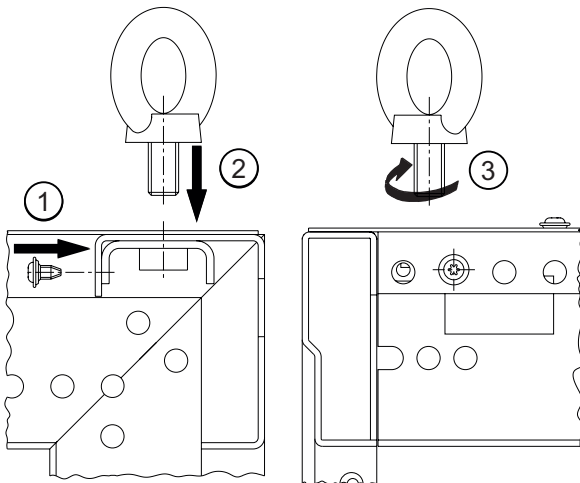

Bild 1
- 1 Bringen Sie die Transportösen-Versteifung in die entsprechende Position im Querholm (siehe Bild 1). Befestigen Sie diese mit einer Dünnblechschraube PM 5x10.